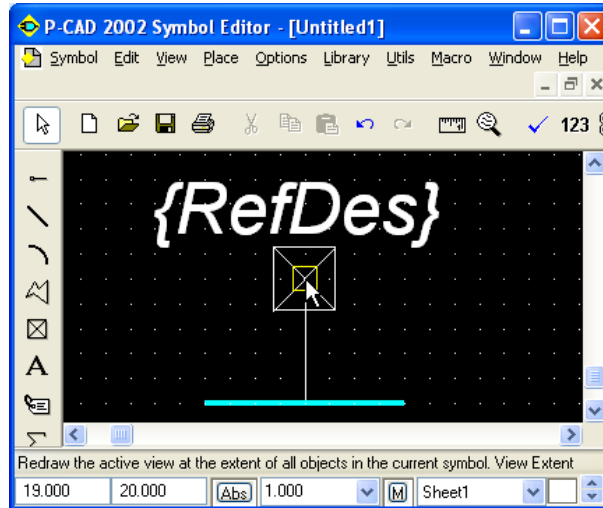

Рис. 4.64 - Окончательный вид УГО символа «Земля».
- По команде **Place Line**  установить курсор в точку с координатами (15; 15) и щелкнуть ЛК. Перевести курсор в точку с координатами (23; 15) и вновь щелкнуть ЛК, а затем ПК (рис. 4.64).